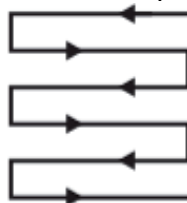

Рис. 16
- a. При использовании режима сбора травы всегда подсоединяйте травосборник (15). Снимите мульчирующую вставку (22).
- e. Косите в слегка перекрывающихся рядах (Рис.16).